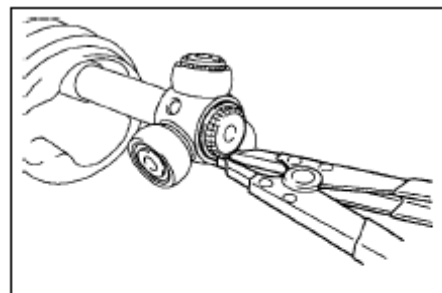

Рис. 130
(3) С помощью инструмента для снятия упорного кольца снимите внутреннее упорное кольцо левого ведущего вала.(рис. 130)